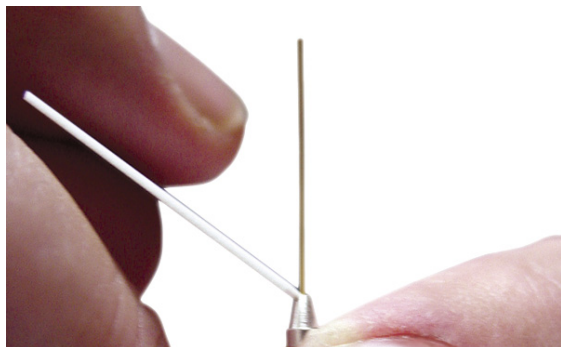

Figura 12.
- 2 Compruebe el extremo de la columna. Debe ser recto y no debe presentar grietas. Si resulta necesario, córtelo. Consulte la sección **Figura 12**